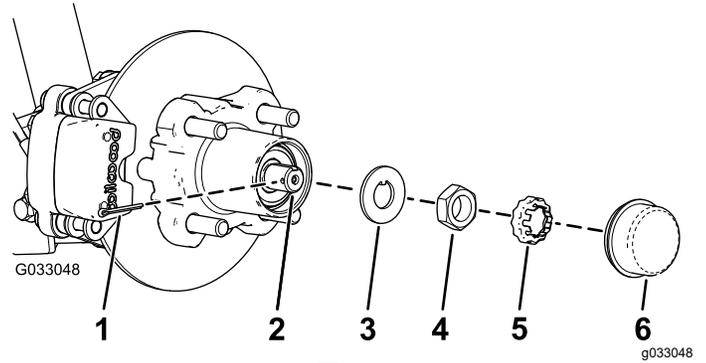
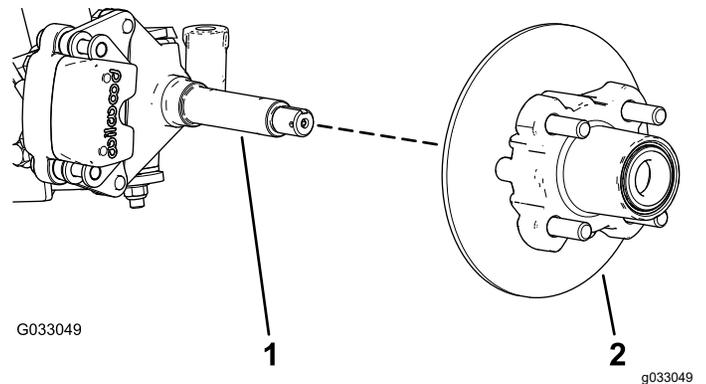

図 28
図 29
4. ハブからダストキャップを取る 図 28。
5. スピンドルとスピンドルナットから、コッターピンとナットリテーナを外す 図 28。
6. スピンドルからスピンドルナットを外し、スピンドルからハブローラアセンブリを取り出す 図 28と 図 29。